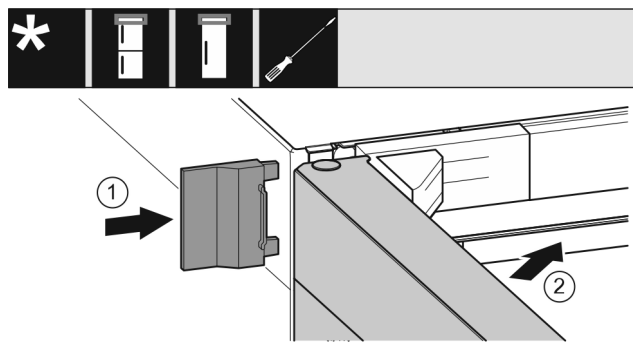

Fig. 22
- ▶ Nasuňte vnější kryt. Fig. 22 (1)
- ▶ Zavřete horní dveře. Fig. 22 (2)